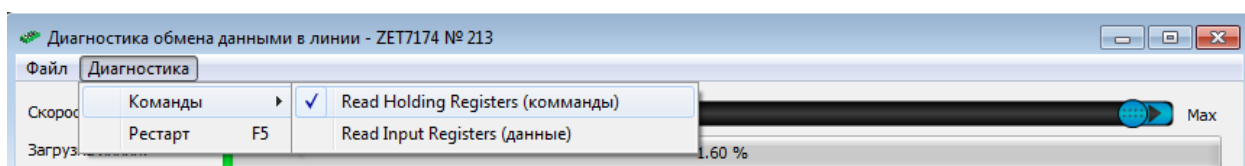

Рис.7.6 Меню «Команды»
- При посылке команды «Read Holding Registers» только существующим в линии устройствам. Команда запроса данных – «ReadInputRegisters» должна быть отключена через меню «Диагностика» - «Команды» (Рис.7.6).